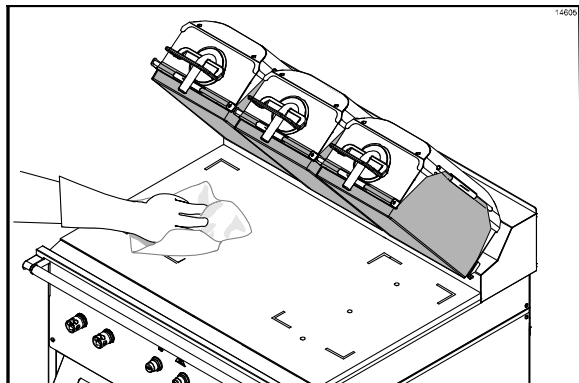

Figura 69
41. Limpe a superfície inferior do grill com um pano limpo apropriado e umedecido com sanitizante. Repita até toda a superfície ficar limpa. (Veja a Figura 69.)